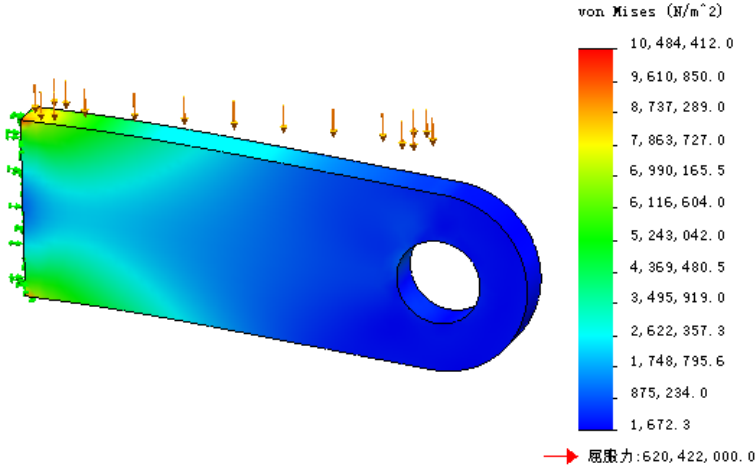

图 12.3.22 波节应力图解
- ☑ ☒ 波节值 单选项：选中该单选项，以波节值显示应力图解（图 12.3.22），此时应力图解看上去比较光顺。